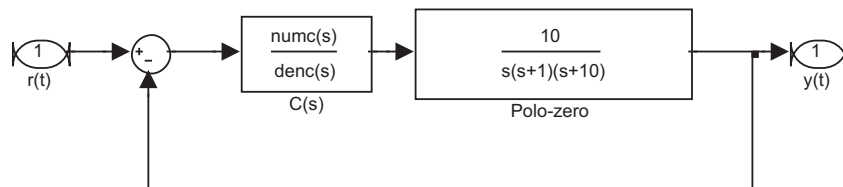

Figura 19: Sistema do Exercício 27.
27. Considere o servomecanismo para controle de posição da Figura 19. As seguintes especificações são estabelecidas: